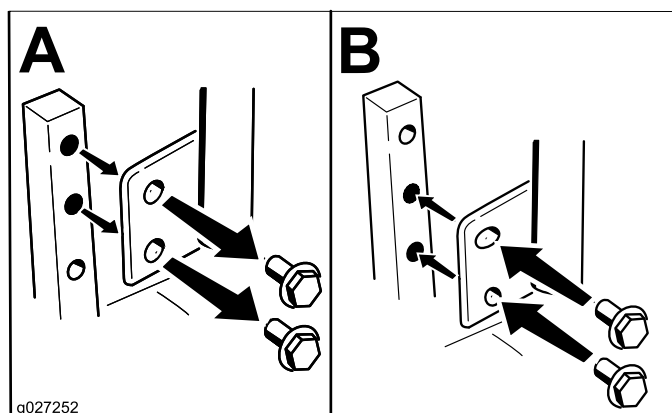

Figure 21
La hauteur des leviers de commande de déplacement peut être adaptée à la taille de l'utilisateur (Figure 21).
2. Desserrez le boulon inférieur jusqu'à ce qu'il soit possible de faire pivoter le levier de commande en avant ou en arrière (Figure 21). Resserez les deux boulons pour fixer la commande à sa nouvelle position.